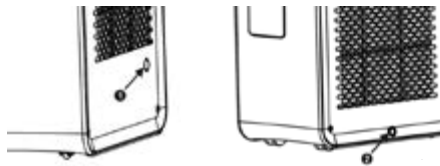

Рис. 10.
1. Когда устройство работает в режиме охлаждения, установка дренажной трубки для отвода конденсата не требуется, т.к. конденсат испаряется автоматически. Убедитесь, что когда устройство находится в работе, резиновая заглушка сливного шланга надежно закреплена (см. рис. 10).
2. При работе в режиме обогрева выньте резиновую заглушку (2) сливного шланга (Рис.10), установите соответствующий сливной шланг, чтобы повысить эффективность обогрева.
3. При работе в режиме осушения выньте резиновую заглушку (2) сливного шланга, установите соответствующий сливной шланг.